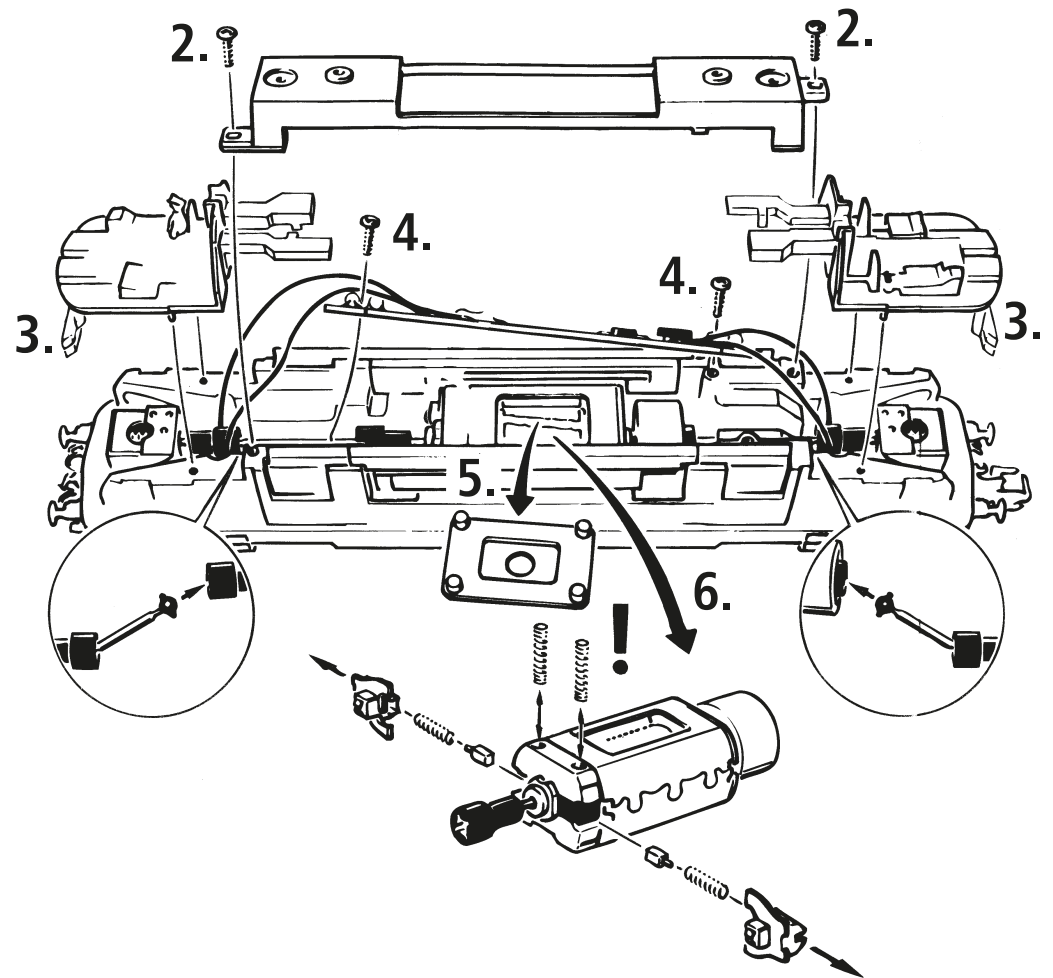
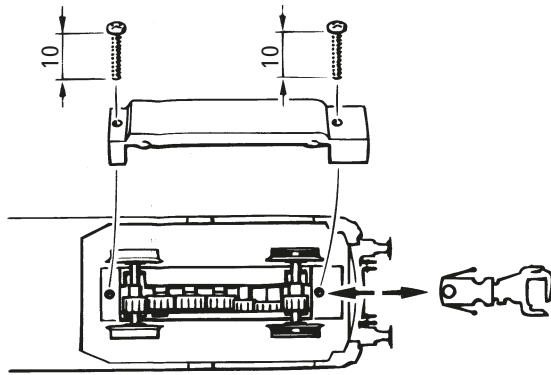

Fig. 6
Fig. 7
4. Haftreifenwechsel: Zuerst den Getriebedeckel abnehmen (Fig. 6). Danach den **Radsatz** herausnehmen und die **Haftreifen** mit einer Nadel od. mit einem feinen Schraubendreher abziehen (Fig. 7). Beim Aufziehen der neuen Haftreifen darauf achten, dass diese sich nicht verdrehen.
4. Change of traction tyre: Remove the gear cover (fig. 6). Take out **wheel set** and remove **traction tyre** using a pin or a fine screwdriver (fig. 7). When pressing on the new traction tyre please **avoid twisting it**.
4. Échange des bandages d'adhérence: Démontez d'abord **le couvercle du carter des engrenages** des engrenages (fig. 6). Délogez ensuite les essieux bandagés et enlevez, à l'aide d'une aiguille ou d'un tourne-vis fin, les bandages d'adhérence (fig. 7). Lors du montage des nouveaux bandages veuillez veiller à ce que les bandages **ne soient pas tor-dues**.